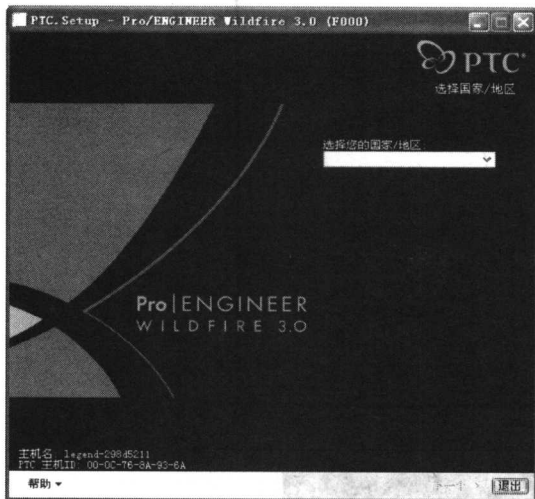

图 1-3
- ① 单击光盘中的 SETUP.EXE 安装文件图标  , 系统将进入安装程序。
- ② 安装程序自动进入安装界面,并在此界面上显示计算机的 MAC 地址,如图 1-3 所示。